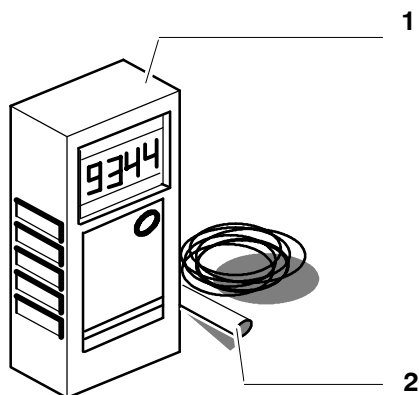

Fig. 100 Appareil de mesure de la tension de la courroie dentée
- (3) Mettre en service l'appareil de mesure de la tension de la courroie dentée (Fig. 100/1).
- (4) Faire vibrer la courroie dentée et tenir le capteur (2) à environ 2 à 3 mm de la courroie qui vibre. Lire le résultat de la mesure sur l'appareil de mesure de la tension de la courroie dentée.
- (5) Répéter trois fois la mesure et déterminer la valeur moyenne.